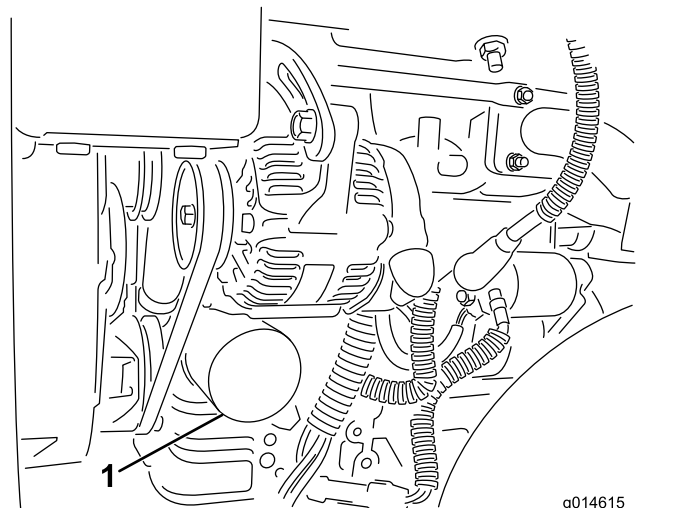

Figura 42
2. Retire el filtro de aceite (Figura 42). Aplique una capa ligera de aceite limpio a la junta del filtro nuevo.